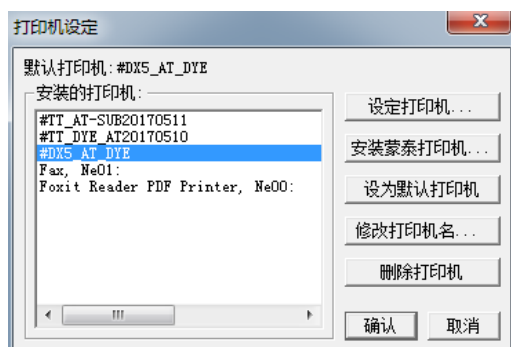

图 2.9 设置默认打印机
2.2、如图 2.9 所示，选中#DX5\_AT\_DYE 设为默认打印机即可，安装好打印机显“#DX5\_AT\_DYE”。安装蒙泰打印机完成。